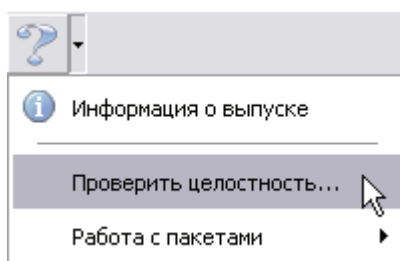
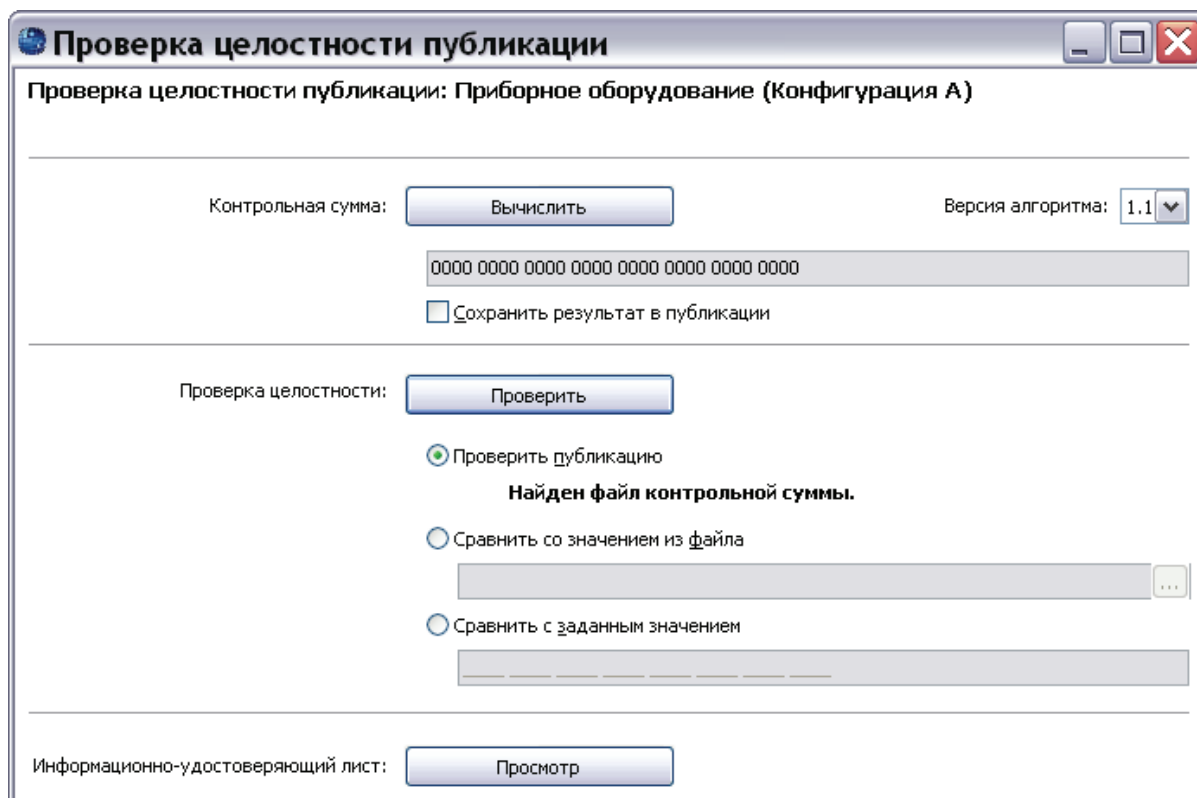

Рис. 3.108
Рис. 3.109
1. В окне TG Browser в раскрывающемся меню кнопки **Помощь** выберите команду **Проверить целостность...** (Рис. 3.108). После этого появится окно **Проверка целостности публикации** (Рис. 3.109).